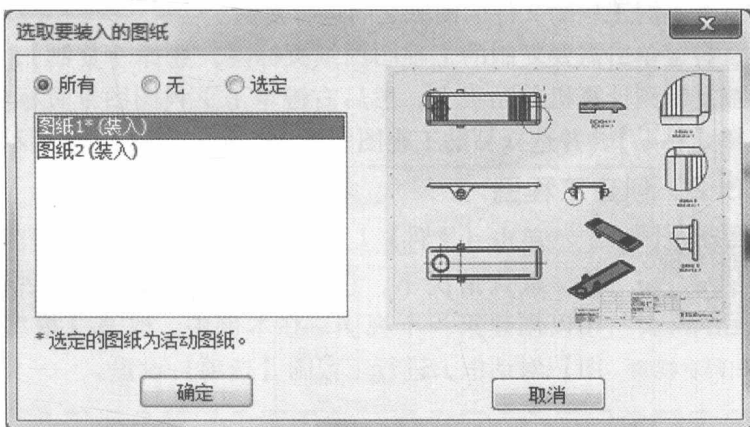

图 1-7 选取要装入的图纸
1. **添加图纸** 打开多图纸工程图时, 使用【选取要装入的图纸】选项来选择加载哪张图纸, 如图 1-7 所示。